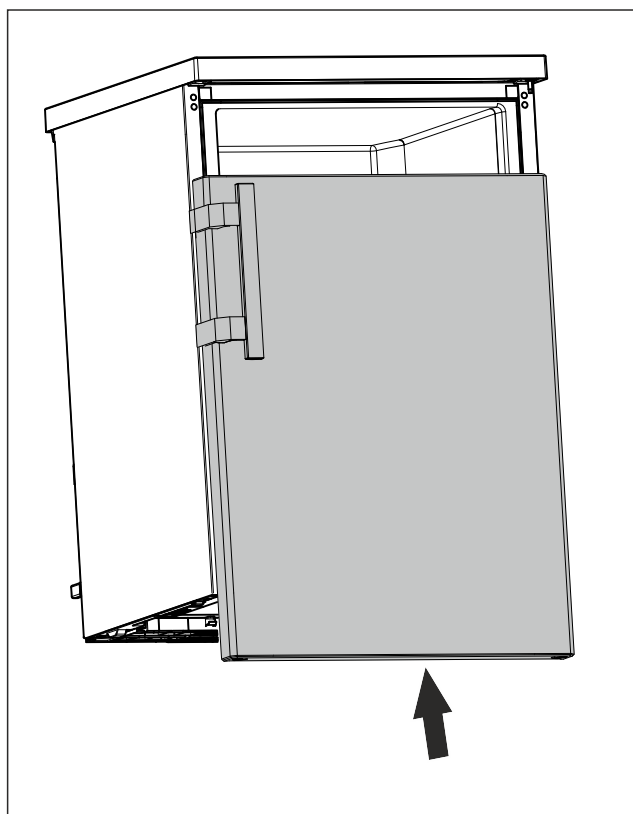

Fig. 16
- ▶ Inserire la porta chiusa sul perno superiore. (vedere Fig. 16)